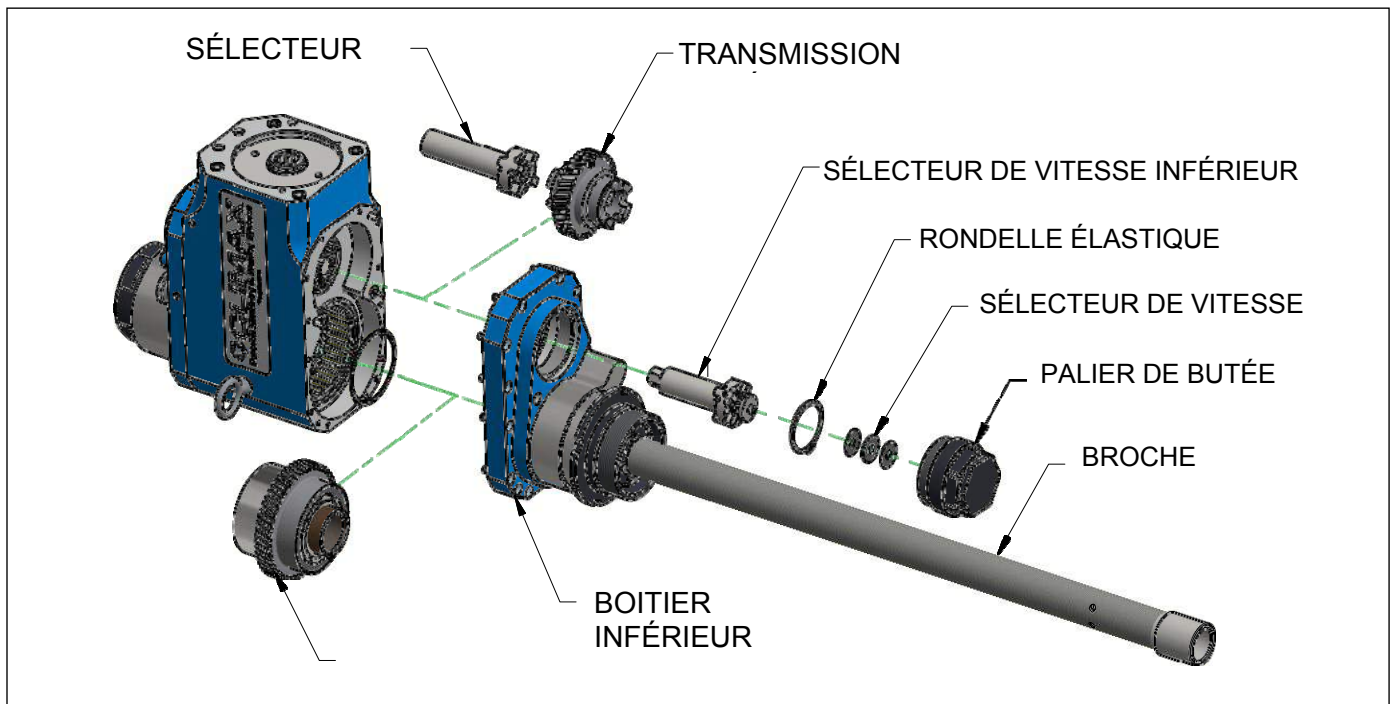
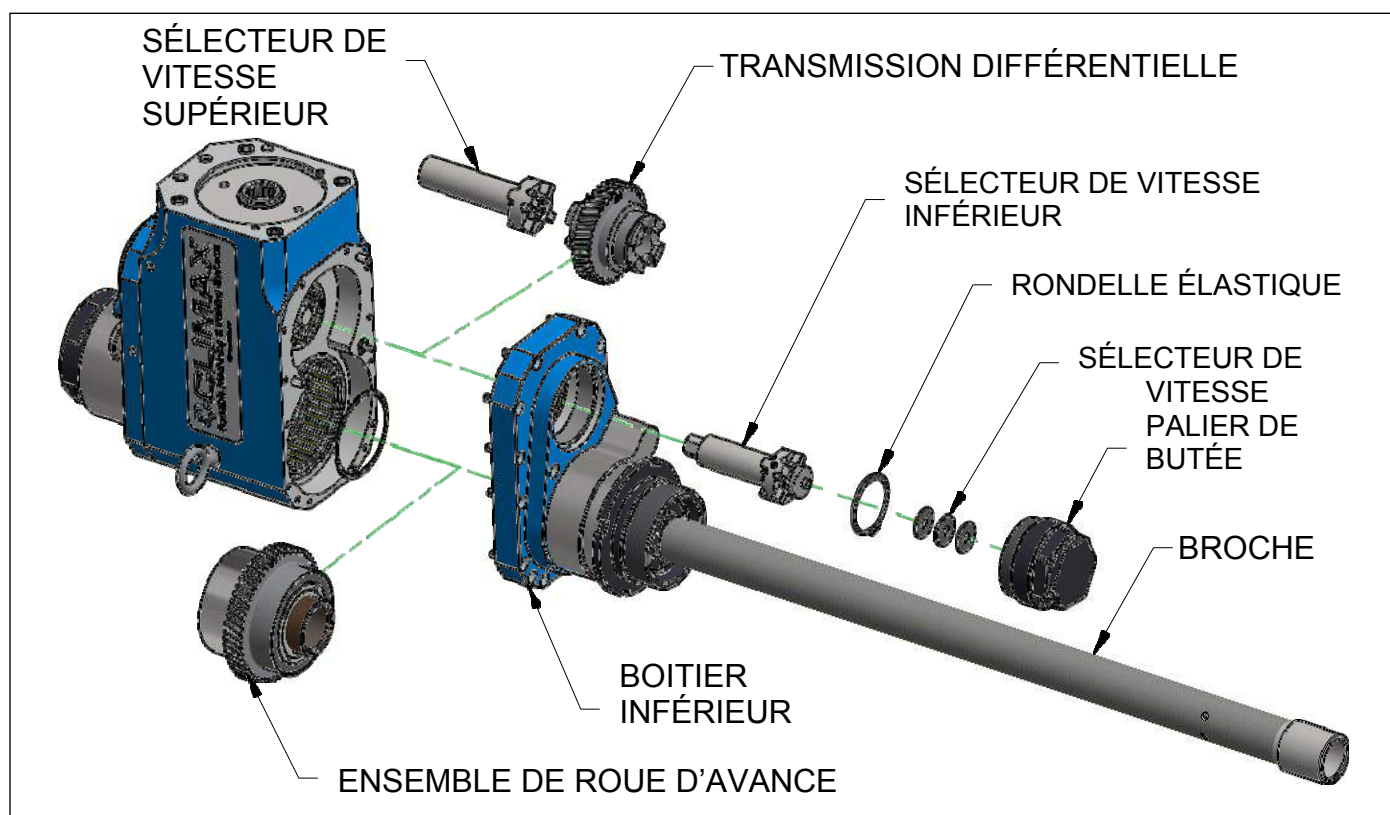

FIGURE 5-4. ENSEMBLE DE TRANSMISSION
FIGURE 5-6. REMONTAGE DE LA TRANSMISSION
2. Séparer le couvercle inférieur du boîtier et la broche de la boîte de transmission jusqu'à ce que l'extrémité supérieure de la broche soit dégagée de la boîte de transmission principale. (Figure 5-4).
3. Le train d'engrenages différentiels et la broche sont maintenant accessibles. (Figure 5-4). Pour remplacer un train d'engrenages différentiels, voir la Section 5.4.4 jusqu'à la Section 5.4.8. Pour remplacer la broche, voir la Section 5.4.9.
Voir la Figure 5-4 ou la Figure 5-6 pour réaliser les tâches indiquées aux Sections 5.4.4 à 5.4.9.
Voir Figure 5-4 tout en faisant ce qui suit :